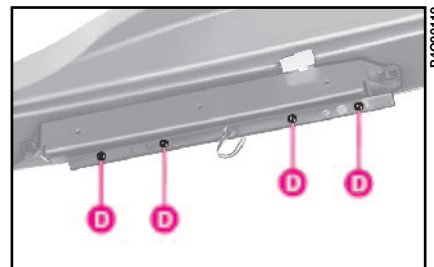

fig. 33
3) dévisser les 4 vis **D-fig. 33** et séparer le groupe lampes du groupe transparent;